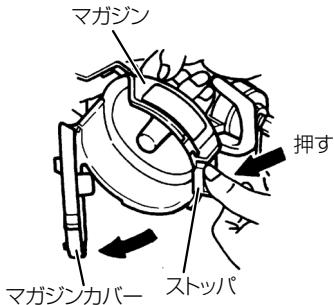

図 6
(1) マガジンに釘を入れる
- マガジンのストップを押し、カバーを開きます。(図 6)